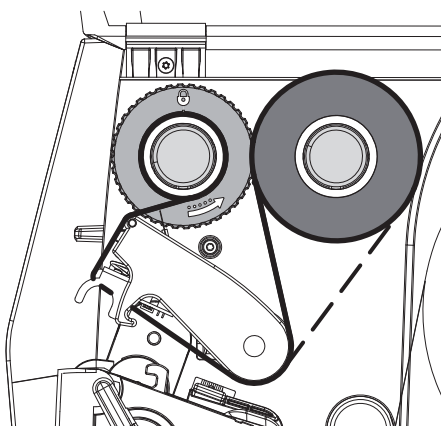

Рис. 13 Ход трансферной ленты
5. Настройте положение ограничителя поля на намотчике на ширину сердечника ленты (4) и наденьте сердечник ленты на намотчик (2).
6. Проведите трансферную ленту через печатный узел, как показано на Рис. 13.